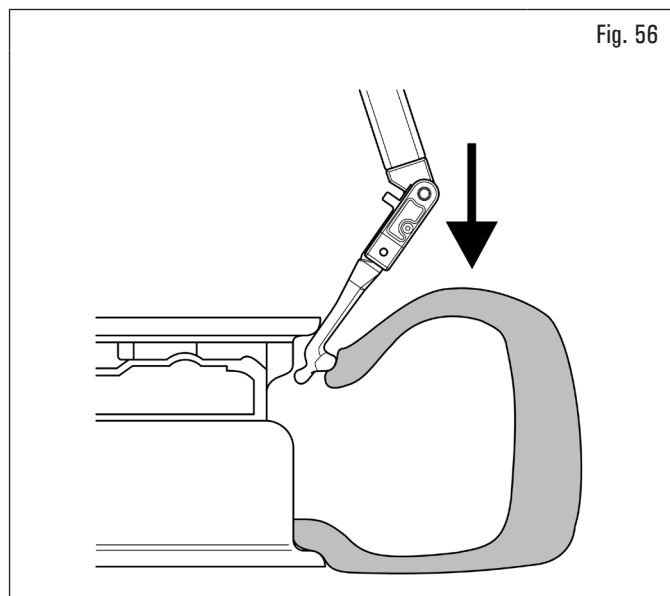
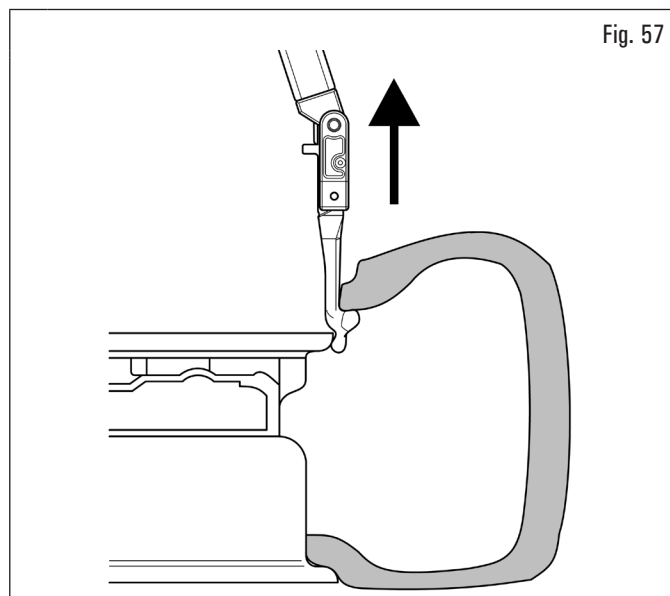
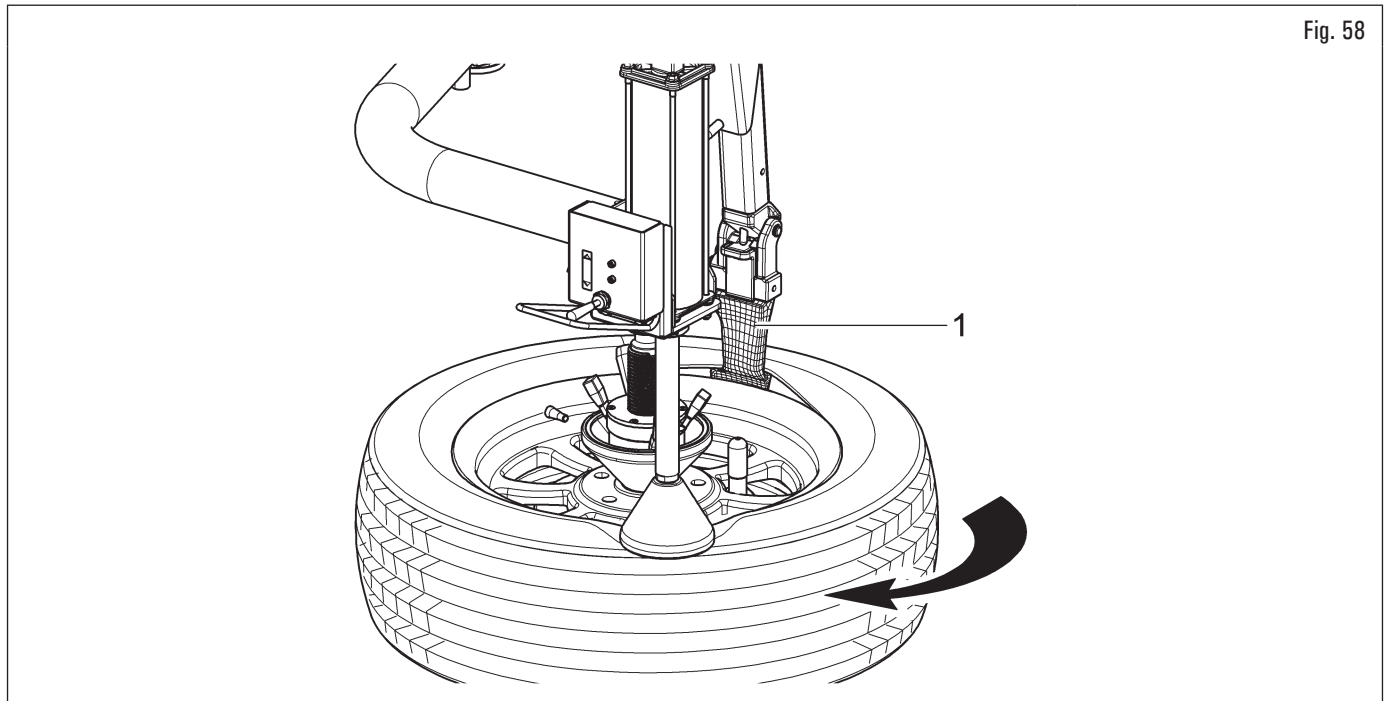

Fig. 56
Fig. 57
Fig. 58
4. premere il pulsante (Fig. 6 rif. C (INF)) in modo che la testa utensile penetri fra cerchio e pneumatico (vedi Fig. 56). Durante questa operazione la testa utensile ruoterà intorno al bordo cerchio fino ad agganciare il tallone dello pneumatico (vedi Fig. 57);
5. sollevare la testa utensile premendo l'apposito comando (Fig. 6 rif. C (SUP)). Quando la testa utensile è in posizione verticale rispetto al cerchio (Fig. 58 rif. 1), ruotare il mandrino, premendo il pedale (Fig. 9 rif. A), in modo che lo pneumatico entri nel canale del cerchio. Continuare la salita della testa utensile fino a che il tallone si trova sopra il bordo del cerchio (vedi Fig. 57). Ruotare in senso orario fino al completo smontaggio del tallone superiore (vedi Fig. 58);
Assicurarsi che la testa utensile sia in posizione di smontaggio (vedi Fig. 57) prima di iniziare la rotazione del mandrino.